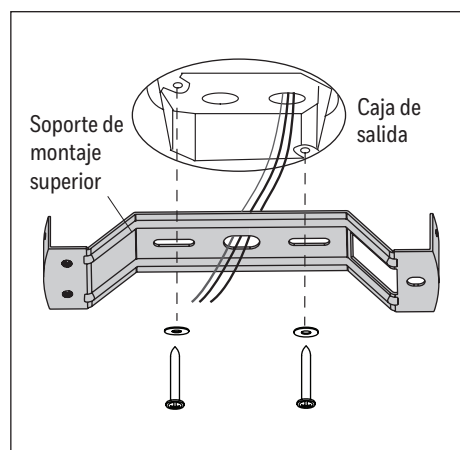

Figure 2.2
2. Instale el soporte de montaje superior en la caja de salida (no incluida) con los tornillos y las arandelas que se incluyen con la caja de salida. ADVERTENCIA: para reducir los riesgos de incendios, descargas eléctricas o lesiones personales, utilice, para el montaje, una caja de salida marcada como "Acceptable for Fan Support" (Figure 2.2).